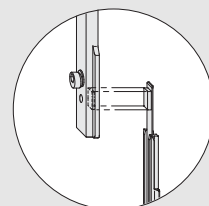

Bild 1
- > G** Eckumlenkung VSU/BSO (**31**) mit Schließer (**30**) kuppeln. Auf korrekte Positionierung des Kupplungsstückes der Eckumlenkung VSU/BSO (**31**) achten (Bild 1).
1) Bearbeitungsmaße für Hebel LM (1a) siehe Bild 1